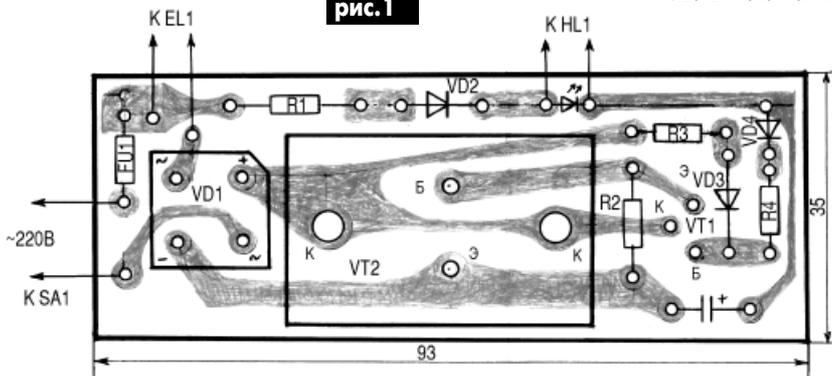

рис.2
**Наладка.** Закоротив выводы конденсатора C1, подбором резистора R3 можно установить минимальную яркость лампы, на которую она будет зажигаться сразу после включения. Чтобы не перегреть транзистор VT2, выключатель SA1 замыкается не более чем на 3 с с интервалами между включениями не менее 1 мин. Убрав перемычку с выводов конденсатора, подключают вольтметр к выводам эмиттера и коллектора VT2 и при включенном питании измеряют напряжение, которое не должно быть более 1,5 В. В противном случае нужно будет взять транзисторы с большим  $h_{21Э}$  или скорректировать параметры RC-цепей. Устройство можно использовать и для плавного включения бытовой аппаратуры с традиционным трансформаторным блоком питания: УМЗЧ, старые телевизоры мощностью до 200 Вт. При этом резистор R3 и диод VD3 можно не устанавливать. Печатная плата устройства показана на рис.2.